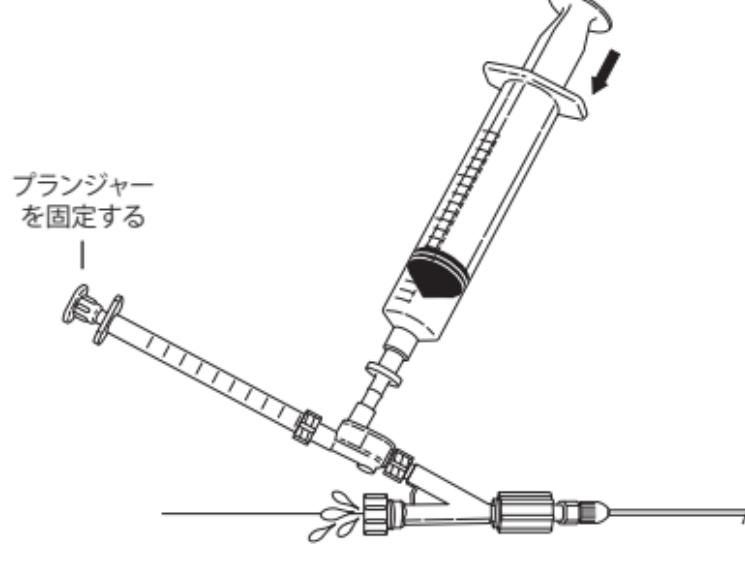

図6
8. 1 mlシリングのプランジャーを動かないように保持しながら20 mlシリングをゆっくり押し込んで、残っているすべての気泡を追い出します。システムから空気がすべて除去されたら、Tuohy-Borstバルブを閉め、チップオクルーダーを固定します。(図6)